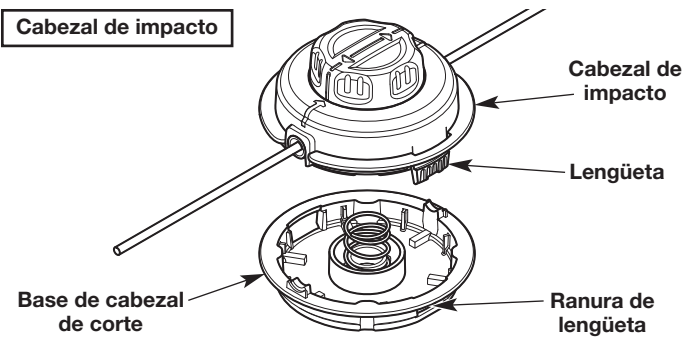

Fig. 7
2. Desconecte el cabezal de impacto de la base del cabezal de corte: Presione con firmeza una lengüeta del tapón del cabezal de impacto (Fig. 7). Utilice el pulgar para presionar la lengüeta. Si es necesario, utilice un destornillador de cabeza plana:
- c. Mientras sostiene el destornillador en el lugar, gírelo suavemente para destrabar la lengüeta del panel de las ranuras (Fig. 7).
3. Alinee las lengüetas del cabezal de impacto con las ranuras de las lengüetas de la base del cabezal de corte (Fig. 7). Empuje el cabezal de corte en la base del cabezal de corte hasta que ambas lengüetas entren a presión en su lugar.